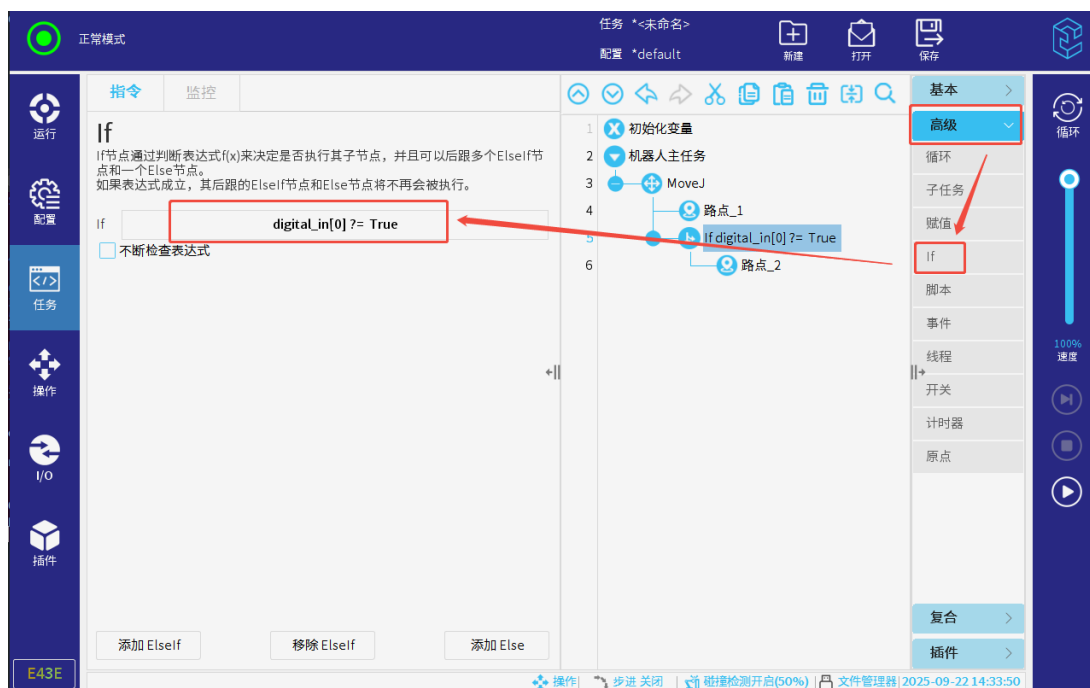

图 3-104: If
2. 点击任务树中的“If”，修改表达式，如图 3-104所示。